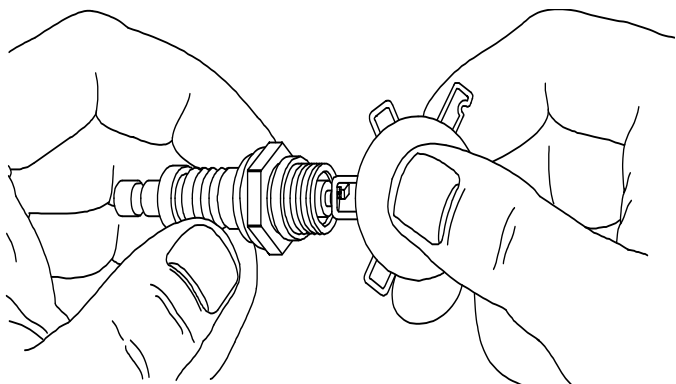

Рисунок 5-17. Регулировка зазора между электродами свечи зажигания
7. См. Рисунок 5-17. Проверьте зазор свечи зажигания с помощью калибра для измерения зазоров. Отрегулируйте зазор, аккуратно загибая заземлённый электрод, как показано ниже: